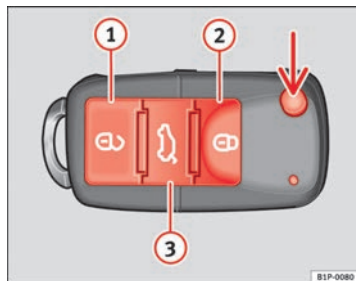

Fig. 64 Affectation des touches de la clé à radiocommande
La touche $\Rightarrow$ fig. 64 (flèche) de la radiocommande permet de débloquer le panneton de la clé.
Déverrouillage du véhicule $\Rightarrow$ fig. 64 ①.
Verrouillage du véhicule $\Rightarrow$ fig. 64 ②.
Déverrouillage du hayon. Appuyez sur la touche $\Rightarrow$ fig. 64 ③ jusqu'à ce que tous les clignotants du véhicule s'allument brièvement. Après avoir appuyé sur le bouton de déverrouillage $\Rightarrow$ fig. 64 ③, vous disposez de 2 minutes pour ouvrir le hayon. Une fois ce temps écoulé, il se verrouillera de nouveau.
D'autre part, le témoin de la pile de la clé $\Rightarrow$ fig. 64, clignotera.
En appuyant une fois sur la touche $\Rightarrow$ fig. 64 ①, seule la porte du conducteur s'ouvrira, et les autres portes resteront fermées.
Appuyez deux fois sur la touche  $\Rightarrow$ fig. 64  pour déverrouiller toutes les portes.
- Appuyez sur la touche  ⇒ fig. 64 de la radiocommande.